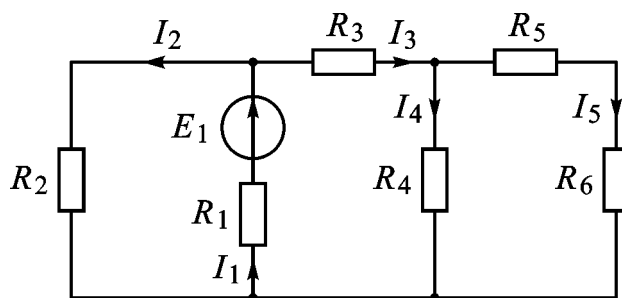

Рис. 4
2.2. Для схемы рис. 4, в соответствии с данными своего варианта, используя эквивалентные преобразования сопротивлений, определить токи в
3.3. Собрать схему (рис. 4). Установить заданные значения  $E_1, R_1 \dots R_6$ .